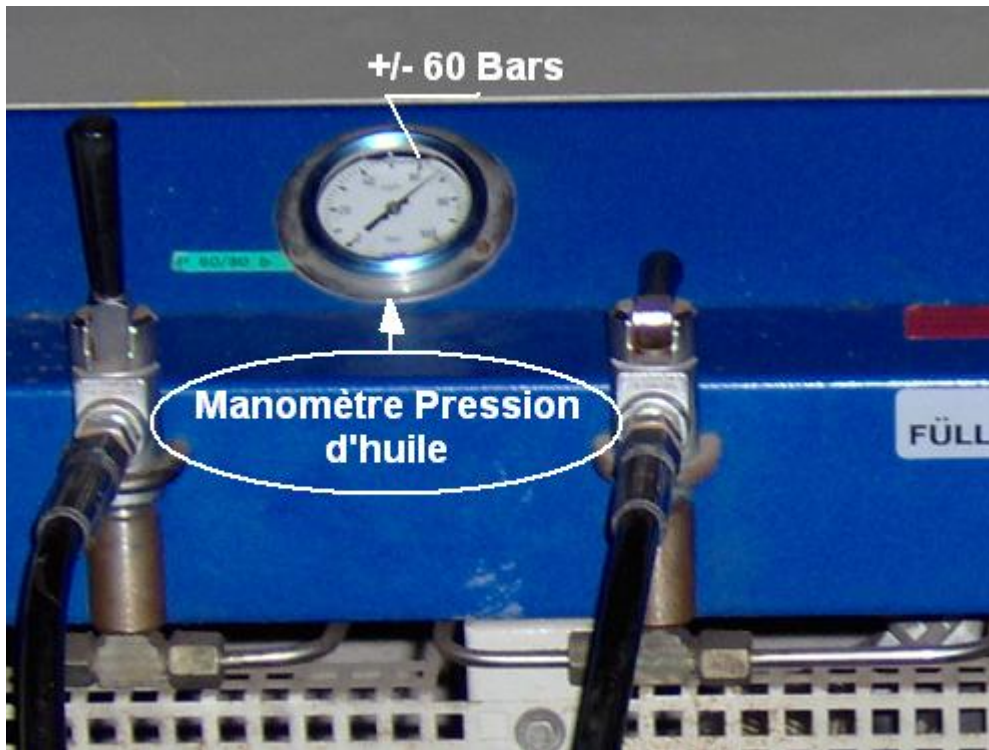

Fig. 8
- 3) surveiller le manomètre de pression d'huile qui doit s'établir à environ 60 bars (fig.8)